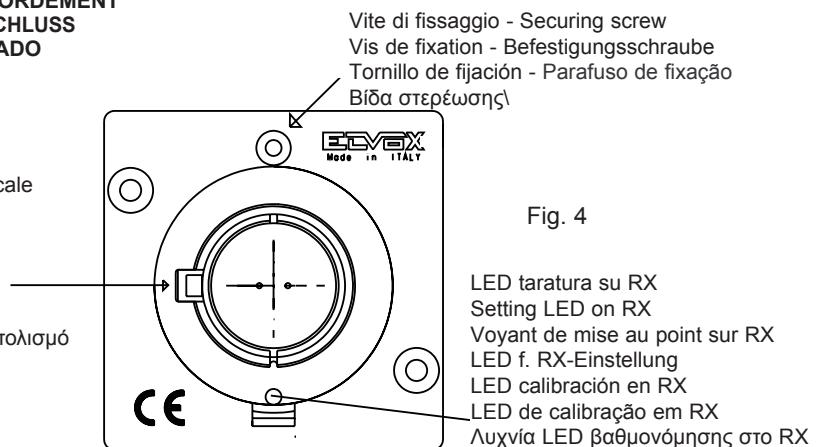

Fig. 4
- die Photozellegehäuse für Senden und Empfang einsetzen und mit den zugehörigen Schrauben befestigen, die den Außengehäusen mitgeliefert werden. Fig. 4
- Insert the TX and RX photocell bodies, fixing in position using the screws supplied with the outside box. Fig. 4
- Insertar y fijar con los tornillos en dotación los cuerpos fotocélulas TX y RX a los contenedores externos. Fig. 4
- Introduire l'émetteur TX et le récepteur RX dans les boîtiers d'extérieur et les fixer avec les vis fournis. Fig. 4
- Inserir os corpos das fotocélulas TX e RX e fixá-las, com os parafusos fornecidos, nos contentores externos. Fig. 4